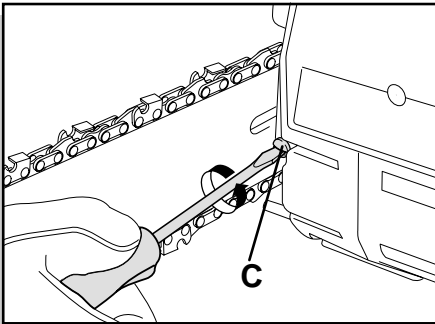

fig. 5
- Recoloque a caixa da embraiagem e, com as porcas desaparafusadas, coloque a chave no parafuso tensor da corrente e estique a corrente para que tenha uma tensão óptima (fig. 5).